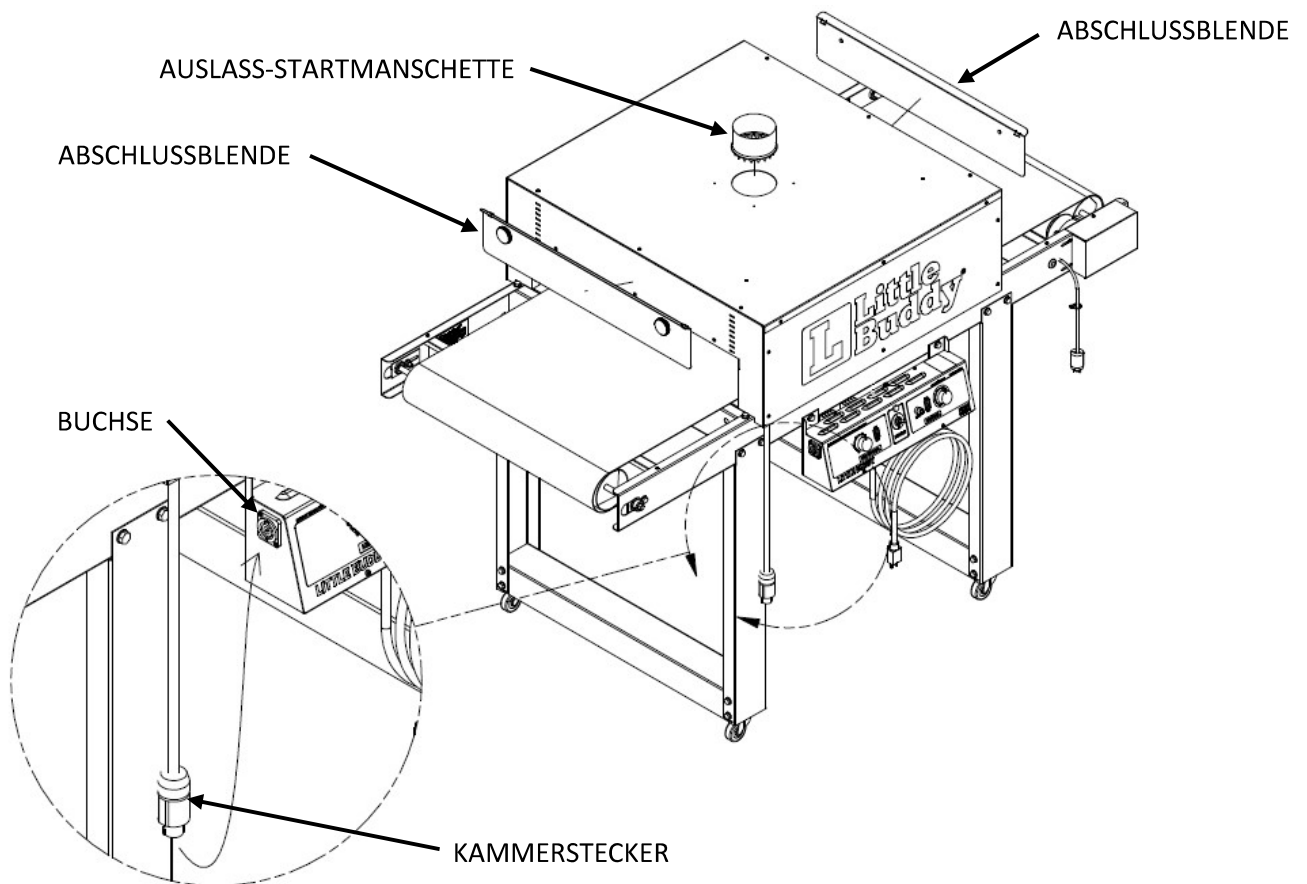

Abbildung 8
3. Führen Sie die **AUSLASS-STARTMANSCHETTE** in die Bohrung oben in der **HEIZKAMMER** ein (siehe **Abbildung 8**). Sobald sie in Einbaulage ist, können Sie die Laschen an der Basis der **MANSCHETTE** nach außen biegen, um sie zu sichern. Optionaler Auslass-Kit (LB02-EX) erhältlich.
5. Stecken Sie das **HEIZKAMMERKABEL** in die **BUCHSE** an der **BEDIENKONSOLE** (siehe vergrößerte Ansicht, **Abbildung 8**).